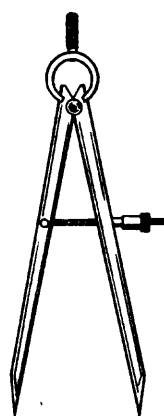
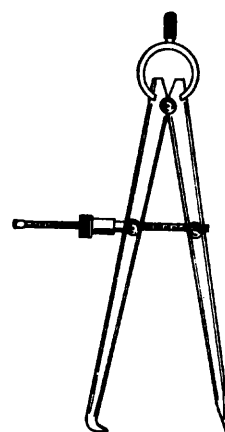
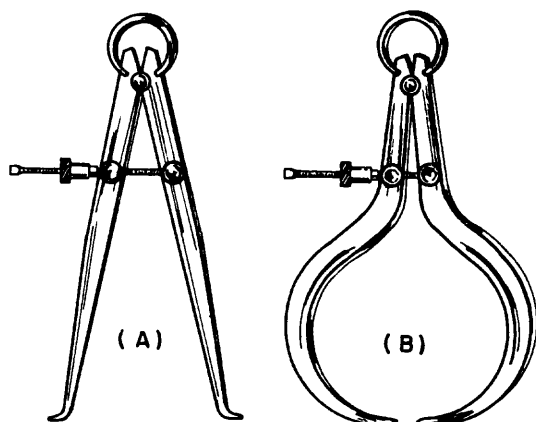

Fig. 17
Fig. 18
Fig. 19
Estas patas pueden ser rectas, terminadas en puntas afiladas y endurecidas (fig. 17), o con una punta recta y otra curva, (fig. 18), o con las dos puntas curvas (fig. 19-A y B).
1. Los compases de trazado (fig. 17 y 18).
2. Los compases de comprobación (fig. 19-A y B).
El compás de centro (fig. 18), todavía utilizado por los mecánicos, debería ser sustituido totalmente por otros instrumentos técnicamente más precisos.
Son muy utilizados por los torneros y ajustadores para determinar el diámetro interno, (fig. 19-A), o el externo, (fig. 19-B) de tubos y de ejes.